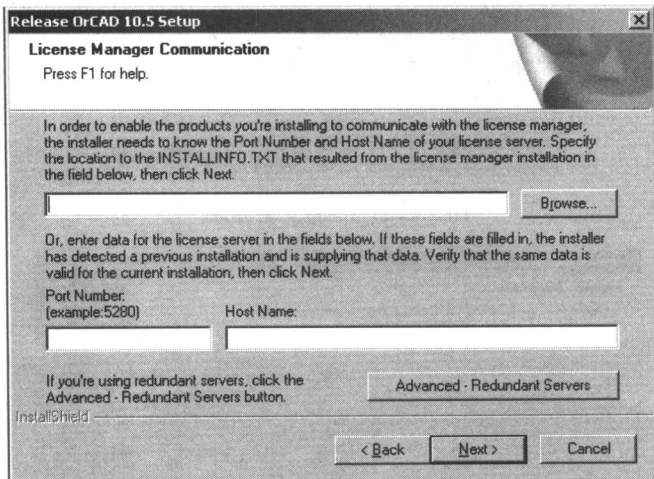
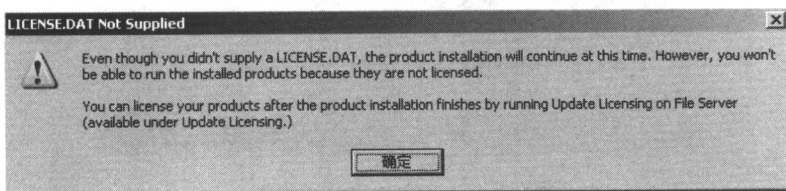

图 1.2.5 License Manager Communication 对话框
图 1.2.6 环境变量提示框
(4)在弹出的如图 1.2.5 所示的 License Manager Communication 对话框中,可选择性填写,也可不填,单击“Next”按钮,系统会弹出如图 1.2.6 所示的提示框,提示最后须将 License.dat